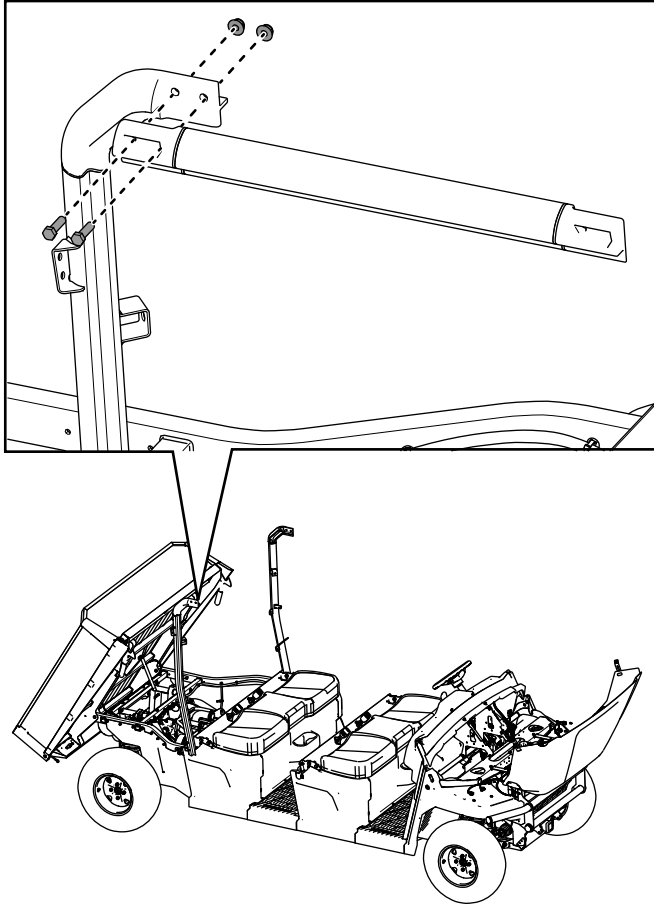

Bild 37
8. Befestigen Sie die rechte Überrollbügel-Verbindungsstück mit zwei Sechskantschrauben ($\frac{3}{8}$ " x $1\frac{1}{4}$ "") und zwei Sicherungsmuttern ($\frac{3}{8}$ "") lose an der rechten, hinteren Überrollbügelbaugruppe, wie in Bild 37 dargestellt.